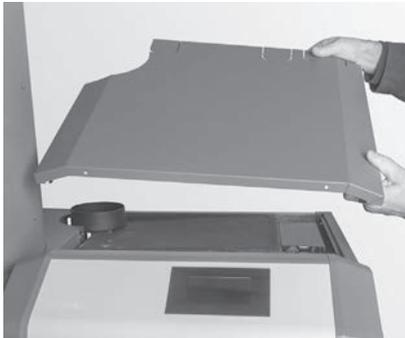

Fig. 85 Verkleidungsdeckel abnehmen
- Verkleidungsdeckel abnehmen – Fig. 85